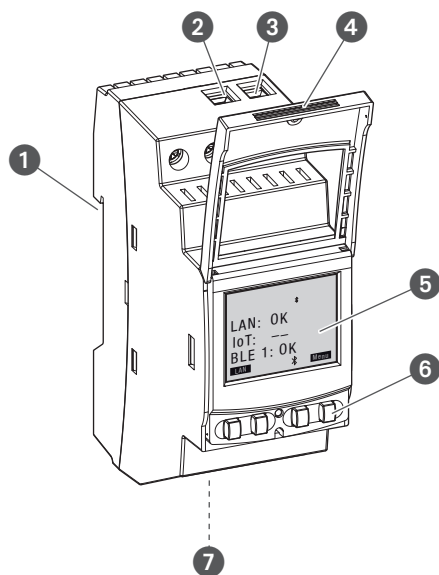

Fig. 1 : Module LAN
Le module LAN est monté sur un rail DIN à l'aide d'un système à encliquetage (fig. 1/①) et est raccordé au LAN via l'interface Ethernet ; cela permet une gestion aisée de cinq horloges modulaires talento smart S25 max. La programmation peut être facilement lue et transmise au moyen d'un PC sur le LAN ou d'un appareil portable via le WLAN. Les horloges modulaires sont raccordées au module LAN via Bluetooth. La fréquence du signal radio est de 2,4 GHz et la puissance d'émission maximale est de 1,8 mW.